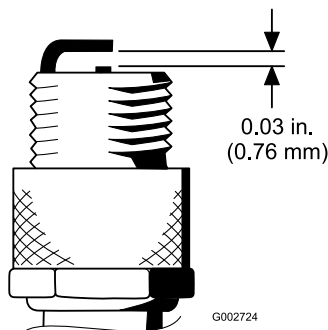

Bild 29
4. Stellen Sie den Elektrodenabstand zwischen der mittleren und der Seitenelektrode auf 0,76 mm ein (Bild 29). Setzen Sie eine Zündkerze mit korrektem Elektrodenabstand und der Dichtung ein und ziehen sie bis auf 23 N·m an. Wenn Sie keinen Drehmomentschlüssel benutzen, ziehen Sie die Kerze fest an.